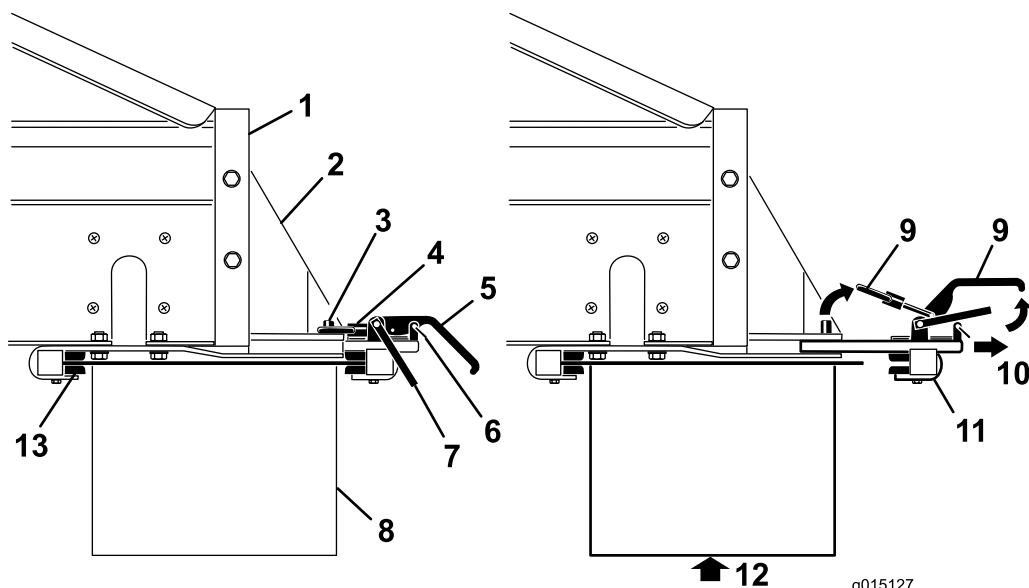

Figura 29
1. Rimuovete le clip dei fermi di sicurezza dalle maniglie di attacco (Figura 29).
2. Sollevate il fermo di sicurezza, poi le maniglie di attacco dell'accessorio e liberate gli anelli di bloccaggio dai perni di bloccaggio ((Figura 29).
3. Estraete il gruppo di attacco posteriore dell'accessorio dalle fessure di attacco rapido (Figura 29).
4. Con l'aiuto di una persona, inserite il bordo anteriore dello spargitore doppio sopra e sotto la parte posteriore dell'MH-400 nei morsetti anteriori sulle staffe (Figura 29).
5. Sostenete lo spargitore doppio, facendo scorrere contemporaneamente il gruppo di attacco posteriore dell'accessorio nelle fessure delle staffe, sulla parte posteriore (Figura 29).
7. Rimontate le clip dei fermi di sicurezza sulle maniglie di attacco (Figura 29).